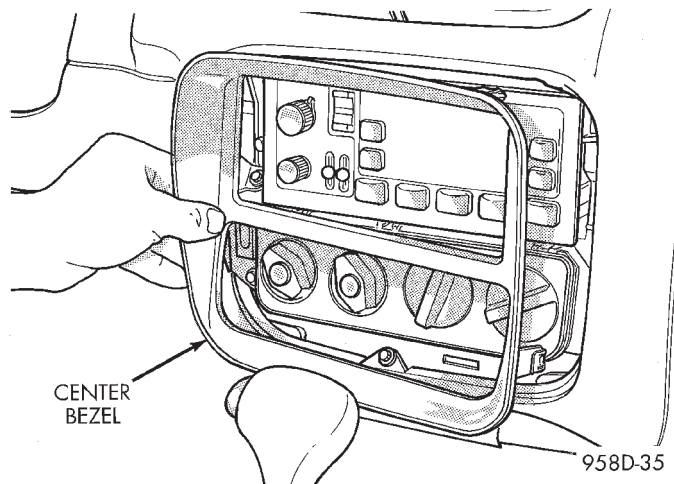

Fig. 52 Center Bezel
- (3) Pull center bezel off (Fig. 52).